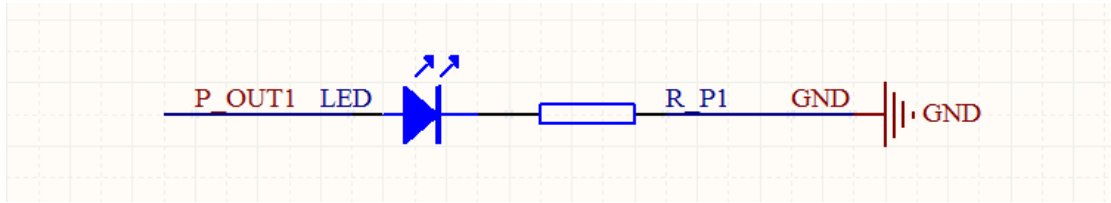

图 5 输出端接线图
- VCC_IN: 输出端电源。输出端为其他系统（系统 B）提供信号源，而系统 B 是使用另外一个电源供电的情况下，VCC_IN 需要接到系统 B 的电源正，同时要注意系统 B 使用不同电压值，要在输出端串联不同阻值的电阻，具体可以参考图 5。
输出端的接线方式如图 5，在使用过程中，根据具体使用的工作电压，选择不同的分压电阻 $R_{P1}\sim R_{P8}$ ，这个分压电阻可以按以下电压值来选择，而且一定要注意改变电压时一定要同时改变这几个分压电阻，否则会烧毁内部的光电隔离器。